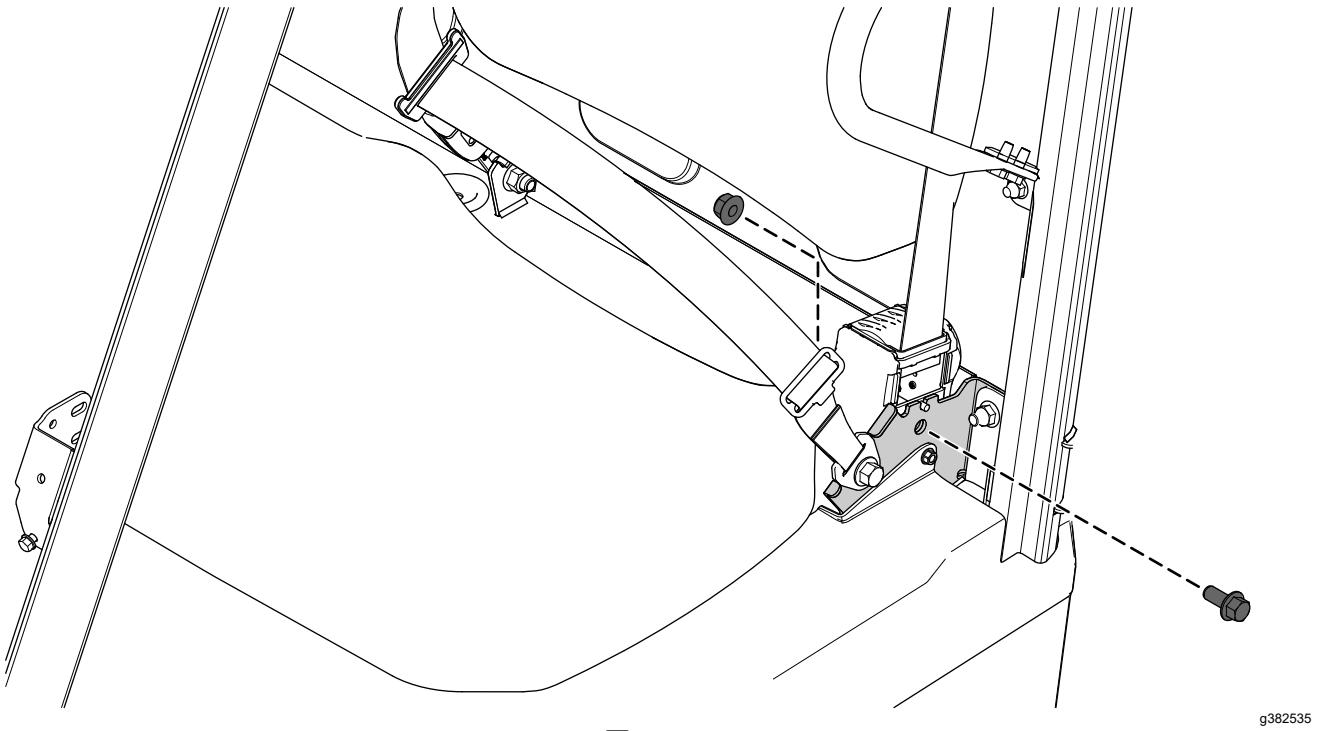

図 2
- シートベルトの引き込み部を固定しているフランジヘッドボルト7/16 x 1"とロックナット7/16"を取り外す図2。